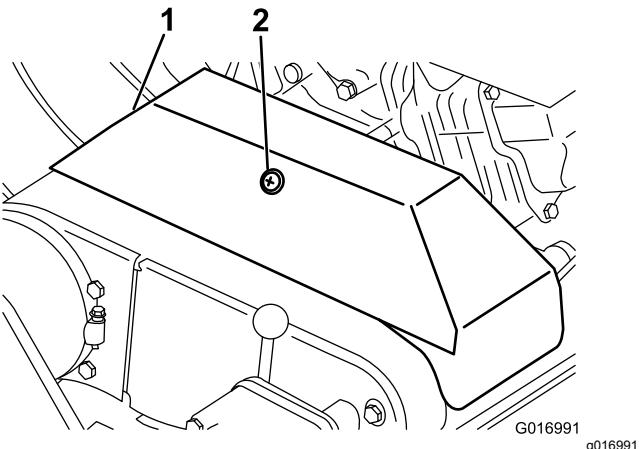

Figura 46
2. Afloje el retenedor que sujeta la cubierta de las correas en V y gire la cubierta para abrirla (Figura 46).
2. Afloje el retenedor que sujetla la cubierta de las correas en V y gire la cubierta para abrirla (Figura 46).